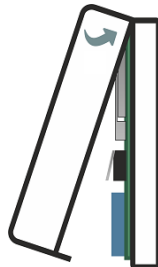

Рисунок 9.1 – Закрытие корпуса ретранслятора
3. Закройте корпус ретранслятора и затяните фиксирующий винт (см. рисунок 9.1).